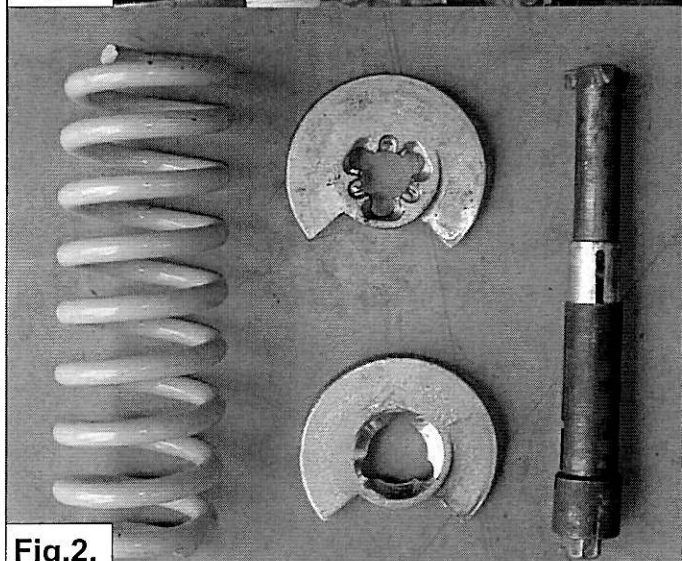

Fig.2.
5. Placez les compresse-ressorts Mercedes sur le ressort. Assurez-vous que les coupelles des compresse-ressorts soient le plus possible éloignées les unes des autres et que la griffe accroche correctement la coupelle supérieure. Voir fig. 2 et 3.
5. Placera mercedes fjäderverktyg på huvudfjädern. Placera klorna på fjäderverktyget så långt upp på fjädern som möjligt och se till så att fjäderverktyget passar i det övre fjädersätet. Se fig 2 & 3.